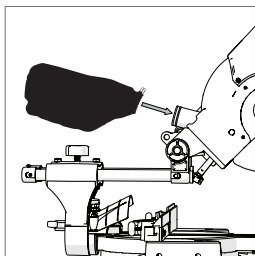

Рис. 41
- Наденьте пылесборник на патрубок для удаления пыли, убедившись, что пылесборник надежно зафиксирован пружинным хомутом (**рис. 41**).